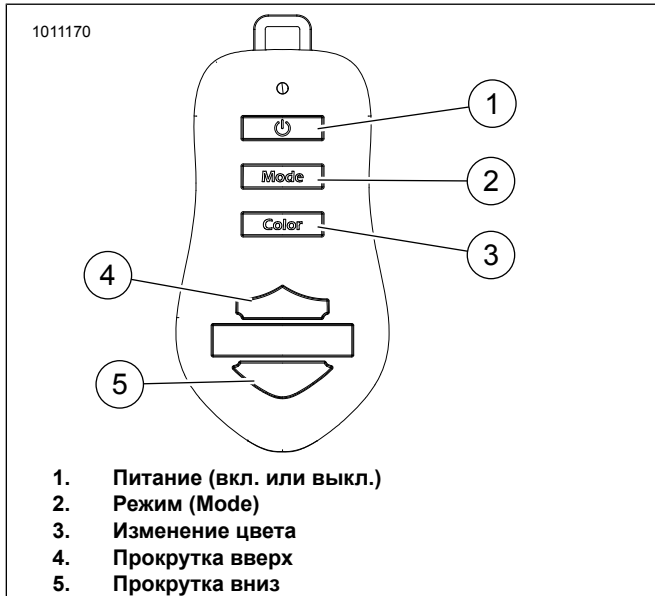

Рисунок 3. Автоматический брелок
2. См. рис. 3. Нажмите кнопку питания Power (1) на брелоке.
1. См. рис. 3. Нажмите кнопку режима Mode (2) для переключения между тремя режимами.
- b. Для постепенного увеличения скорости нажмите кнопку прокрутки вверх Scroll up (4). Для быстрого увеличения скорости удерживайте кнопку.
- c. Для постепенного снижения скорости нажмите кнопку прокрутки вниз Scroll down (5). Для быстрого снижения скорости удерживайте кнопку.
1. См. рис. 3. Нажмите кнопку изменения цвета Change Color (3) для просмотра и изменения градаций цветов.